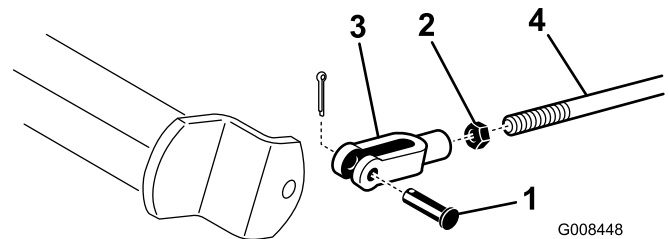

図 46
A. コッターピンとクレビスピンを外して、ブレーキロッドを外す 図 46。
B. ジャムナットをゆるめ、クレビスを調整する 図 46。
C. クレビスをシャフトに取り付ける 図 46。